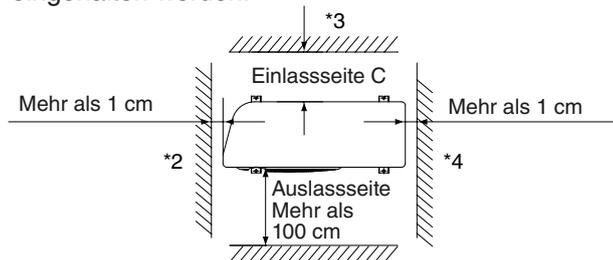
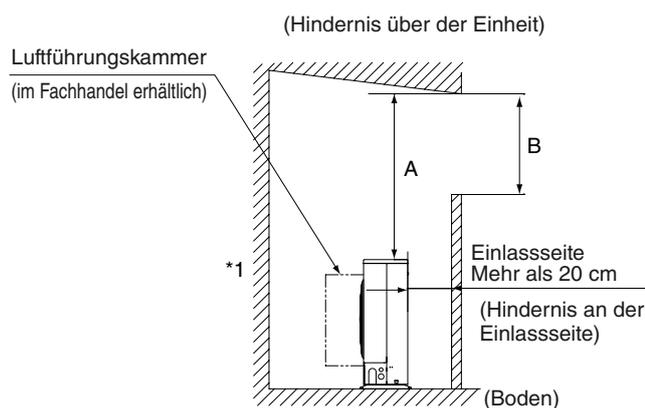

Abb. 2-9
Abb. 2-10
- Achten Sie darauf, dass um das Gerät herum ausreichend Raum zum Ansaugen/Ausblasen von Luft sowie eventuelle Wartungsarbeiten vorhanden ist. (Abb. 2-9)
- Einlassseitiger Abstand "C" (Abb. 2-9)
- Sollte Wand \*1 sich an der Auslassseite befinden (Abb. 2-9), oder wenn sich Hindernisse an allen der drei Seiten \*2, \*3 und \*4 befinden (Abb. 2-9), beträgt der Mindestabstand für "A" und "B" 2 m (Abb. 2-10). Auch wenn die Auslassseite nicht auf eine Wand weist, ist ein Mindestabstand von 100 cm erforderlich.